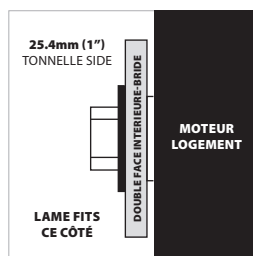

Fig. 40c
- L'25.4 mm (1") élévation de l'anneau doit pointer "vers l'extérieur" à partir du moteur lors du montage d'une 25.4 mm (1") de la lame de l'arbre, comme cela fournit un 25.4mm (1"), l'arbre (**Fig. 40c**).